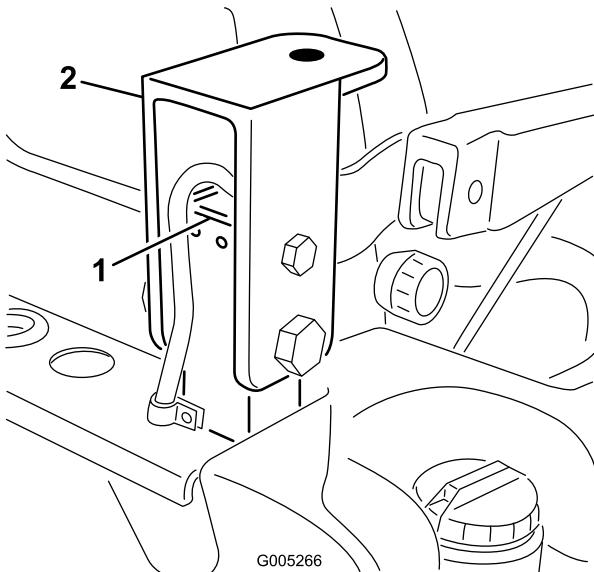

Рисунок 90
47. Отверните болты и гайки, которые крепят монтажные опоры кабины к стойкам конструкции ROPS (Рисунок 90).